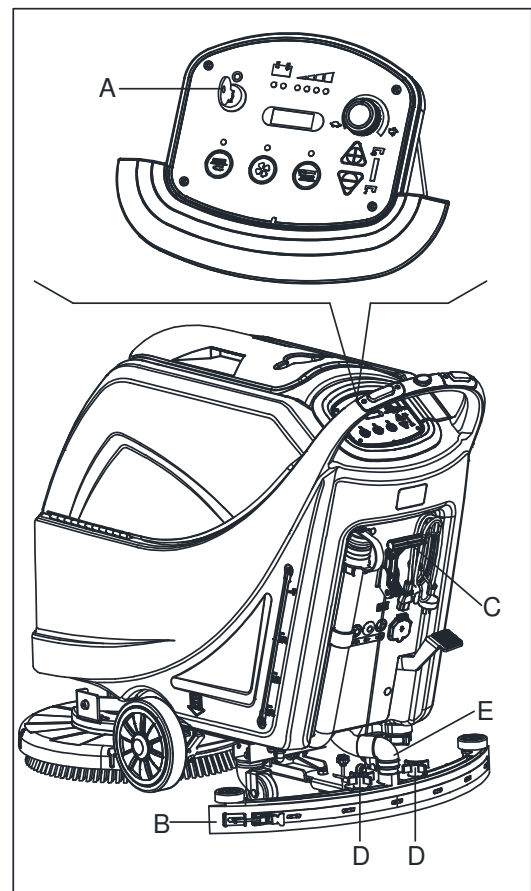
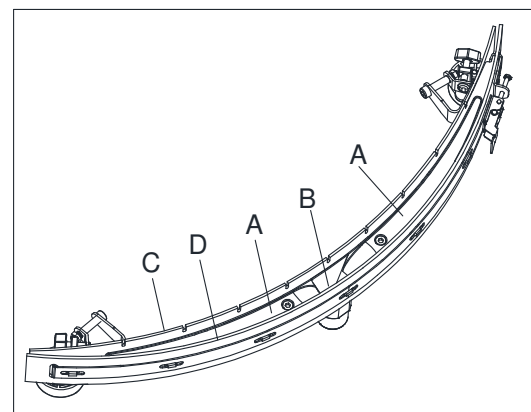

Figure 17
Figure 18
2. Tourner la clé de contact (A, Fig. 17) sur "0".
3. Abaisser l'embouchure (B) avec le levier (C).
4. Desserrer les boutons (D) et retirer l'embouchure (B).
5. Débrancher le tuyau d'aspiration (E) de l'embouchure.
6. Nettoyer l'embouchure en acier ou en aluminium (Fig. 18). Nettoyer en particulier les compartiments (A) et le trou (B). Vérifier la lamelle avant (C) et la lamelle arrière (D) dans son ensemble, les coupures et les fissures; si nécessaire les remplacer (voir la procédure dans le paragraphe suivant).